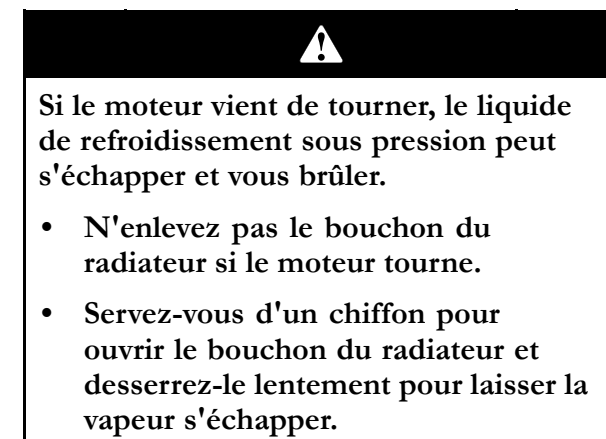

Figure 12
1. Retirez le bouchon du radiateur et le bouchon du vase d'expansion avec précaution (Figure 12).